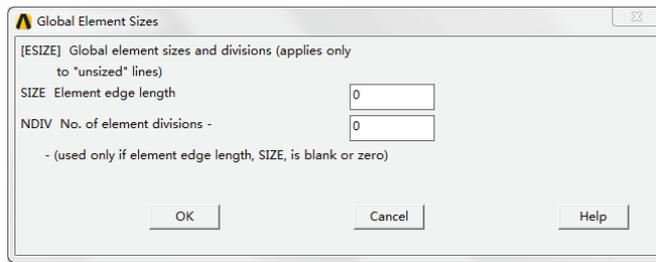

图 5-30 总体单元尺寸控制对话框
1) **【Size】**：针对当前所有关键点、线、面和体设置网格密度。单击该菜单项，弹出如图 5-30 所示的总体单元尺寸控制对话框。